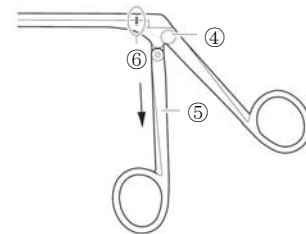

図 2
2. スライダーパーツ②を図 2 の矢印の方向に最大 90 の角度に持ち上げる。
1. 図 2 の矢印とは反対方向に、スライダーパーツ②をメインパーツ③に重ね合わせ、矢印⑥が合わるまでスライダーパーツ②をスライドさせる。